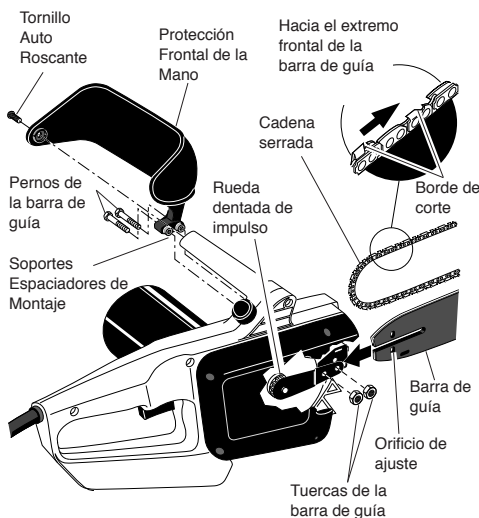

Figura 2- Ensamble de la Barra Guía, Cadena y Protección para la mano
2. Instale la protección frontal de la mano en el cuerpo de la sierra. Haga esto presionando los dos soportes separadores de montaje de la Protección para la mano hacia los orificios de forma hexagonal en el cuerpo de la sierra (vea la Figura 2).
1. Antes de regular la cadena, asegúrese que las tuercas de la barra guía estén solamente ajustadas a mano (Vea la Figura 2. También asegúrese que el bloque de regulación esté en el orificio ovalado de regulación de la barra guía (Vea las Figuras 2 y 3).